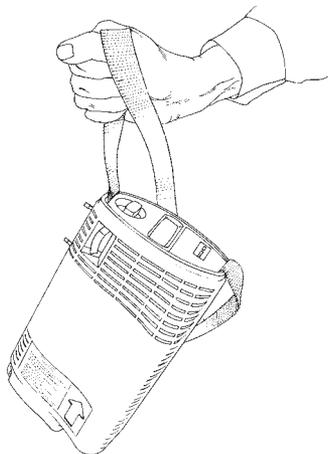

Figura 13
9. Verifique o indicador de conteúdo de oxigénio líquido (Figura 13). A quantidade de líquido contida na unidade portátil Companion é medida por uma balança interna que foi construída dentro da parte lateral da unidade.